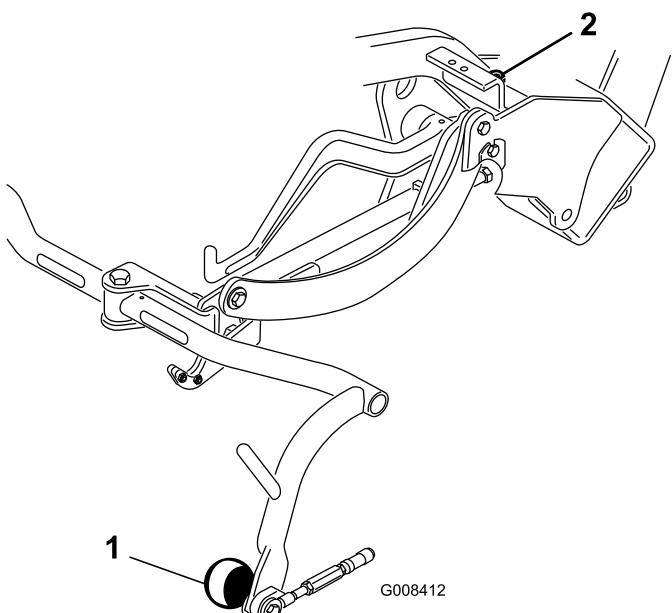

Figura 9
3. Si se requiere un ajuste, afloje la contratuerca del tornillo del tope del bastidor de tiro (Figura 9) y gire el tornillo en uno u otro sentido para elevar o bajar el bastidor de tiro. Apriete la contratuerca después de realizar el ajuste.